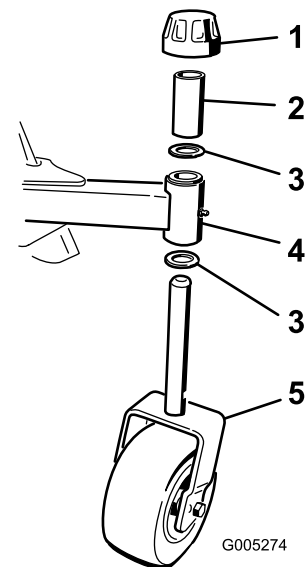

Figura 3
1. Rimuovete il cappuccio di tensione dall'asse del fusello della ruota orientabile (Figura 3). Fate scorrere la rondella e una rondella di spinta via dall'asse del fusello. Lasciate una rondella di spinta sull'asse.
il cappuccio di tensione per fissare gli elementi del gruppo (Figura 3).